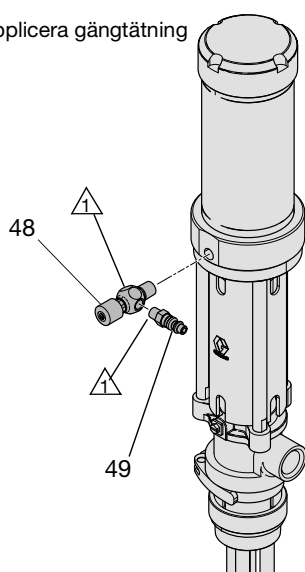

FIG. 4
1. Applicera gängtätning på luftnålventilens (48) hangänga och snabbkopplingen (49) och installera. Se FIG. 4